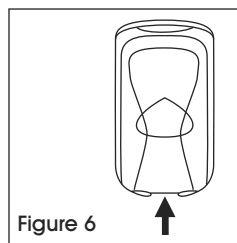

Figure 6
2. Ouvrez le distributeur en poussant sur le bouton de dégagement en dessous du distributeur. (Voir Figure 6)